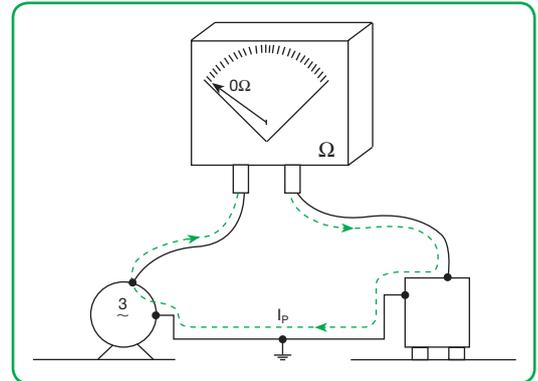

Fig. 5.3. Medida del aislamiento del bucle de tierras.
- **Es necesario el aseguramiento de la continuidad del bucle de cables de tierra**, prestando especial interés en las conexiones de los receptores al circuito de tierras. Ver **fig. 5.3**. Debe comprobarse mediante ohmímetro el grado de continuidad que presenta el circuito de